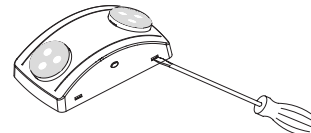

Fig 1
1. Utilisez un tournevis à lame plate pour insérer dans les deux encoches et décoller le couvercle avant de la plaque arrière (voir Fig. 1).